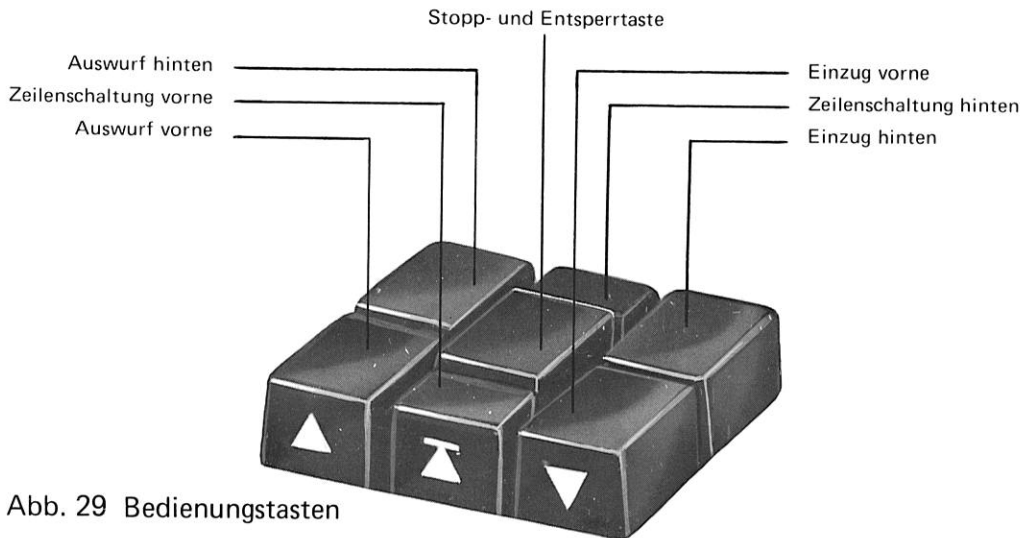

Abb. 29 Bedienungstasten
- 9) Bedienungstasten (s. auch Abb. 29)
Die Bedienungstasten (s. Abb. 29) befinden sich auf der linken Seite des Konteneinzuges (7 Drucktasten).
Die Abbildung 29 befindet sich auf der folgenden Seite.